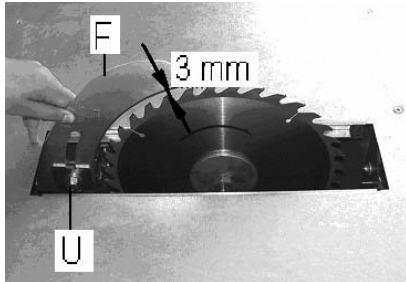

Fig. 15
Klyvkniven måste alltid användas. Bryt strömförsörjningen till maskinen genom att dra ut stickkontakten. Fäst klyvkniven (F, bild 15) med en mutter (U).